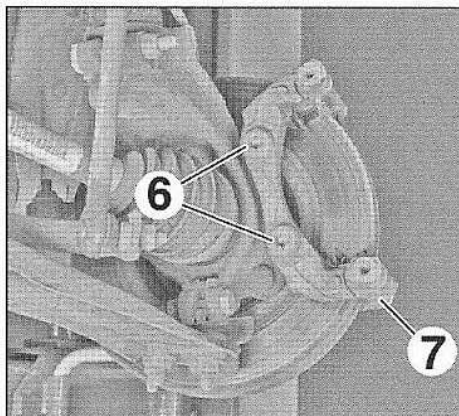

FIG.7
- Déposer (Fig.7) :
- les vis (6),
- le support d'étrier (7).